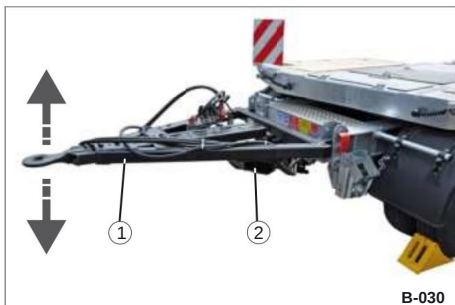

Bild 51 Höjdjustering - Variant 3
Dragstångens höjd justeras med hjälp av den enda höjdjusteringsanordningen (Bild 51/2).
• Kontrollera dragstångens höjd (Bild 51/1) före tillkoppling.